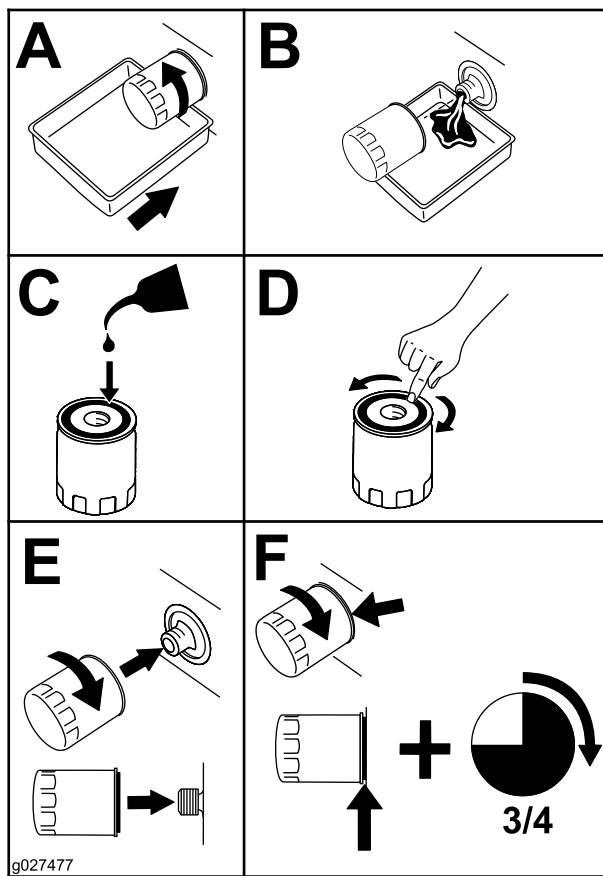

図 87
6. **図 87**に示す手順でエンジンオイルを交換する。